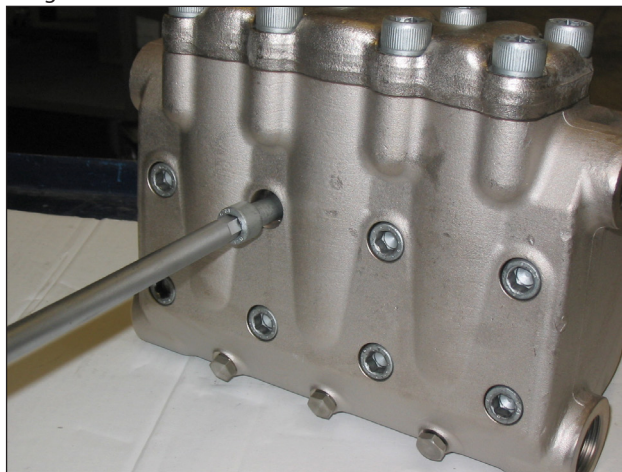

Abb. 29
- A) Lösen Sie die Befestigungsschrauben des Kopfs M12x150 gemäß Abb. 29.